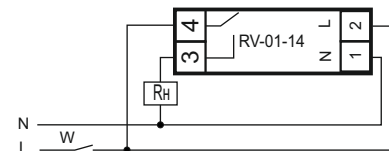

Рис. 4. Схема подключения реле
7.2. Подключить нагрузку с обратным отсчетом времени к изделию согласно рис.4. Для этого используйте одножильный или многожильный провод с двойной или усиленной изоляцией сечением, соответствующим мощности нагрузки. Переменное фазное напряжение подается на контакты 1 и 2. Напряжение может подаваться через выключатель  $W$  или напрямую.